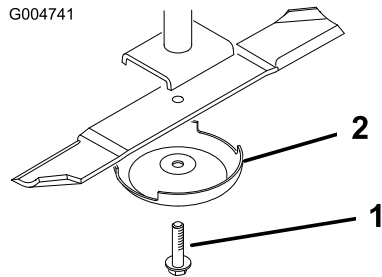

Figura 92
2. Fixe a extremidade da lâmina utilizando um pedaço de tecido ou uma luva grossa. Retire o parafuso da lâmina, o recipiente anti-danos e a lâmina do eixo (Figura 92).